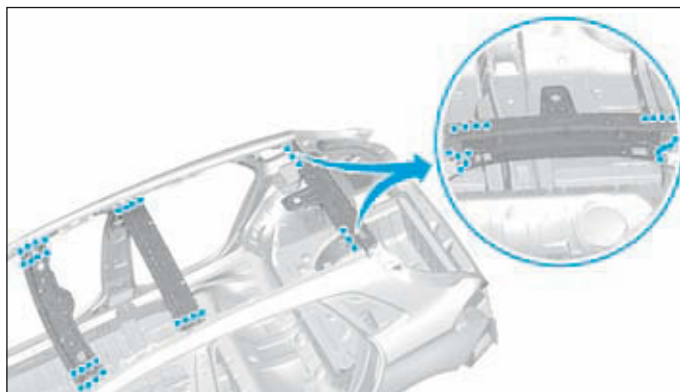

FIG.146
- points électriques (Fig.146),